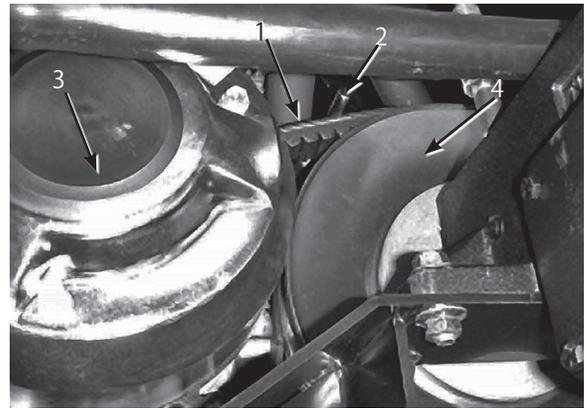

図50
1. 二次クラッチを回しながら二次クラッチ部分でベルトを外す。(図50)。
2. 一次クラッチからベルトを外す (図50)。
3. 新しいベルトを一次クラッチに掛ける (図50)。
4. 二次クラッチを回しながら二次クラッチにベルトを掛ける (図50)。